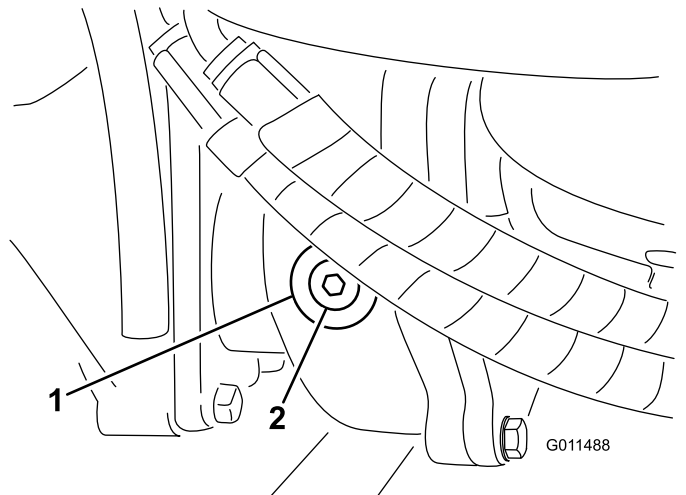

图 72
2. 从齿轮箱的左侧取出检查/注油塞确保润滑剂向上直至孔的底部图 72。